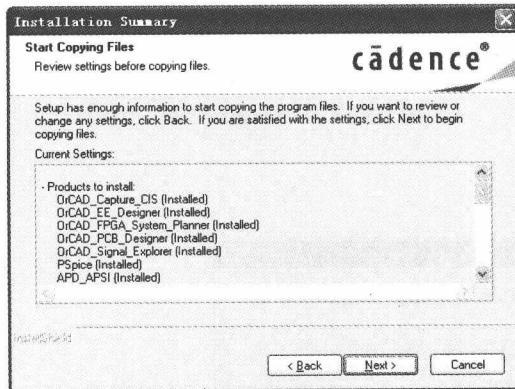

图 1.2.12 “Start Copying Files”窗口
(8) 单击“Next”按钮，出现“Start Copying Files”窗口，设置文件的复制，如果需要重新设定，单击“Back”按钮，返回上一窗口，如图 1.2.12 所示。